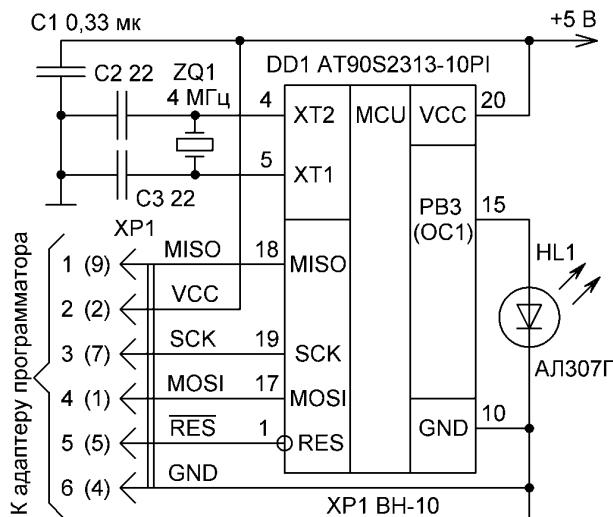

рис.4
В DATASHEET приведена типовая схема включения микросхемы и указаны номера выводов MISO, MOSI, SCK, RES, необходимые для подключения адаптера программатора. Теперь нетрудно составить схему "быстрого старта" (рис.4). Тактирование МК осуществляют кварцевый резонатор ZQ1 и два конденсатора C2, C3. Керамический конденсатор C1 должен располагаться в непосредственной близости от выводов питания VCC, GND. Микросхему DD1 устанавливают в 20-выводную панель. Разброс частоты ZQ1 – 3...5 МГц.
3. Подключить адаптер программатора с одной стороны к LPT- или COM-порту компьютера, а с другой стороны – к разъему XP1 макетной платы (рис.4). Подать на МК DD1 питание 5 В.